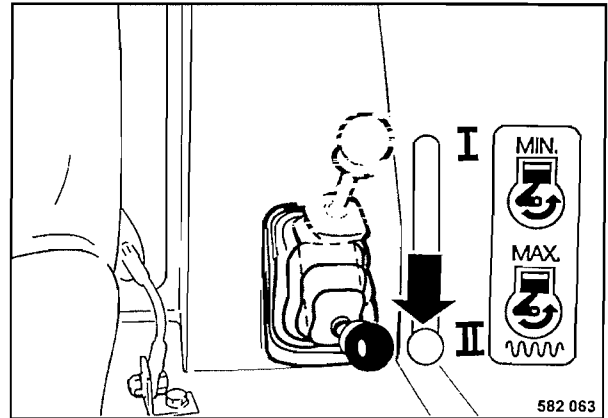

Fig. 36
- Colocar la palanca reguladora de revoluciones en posición "II" (Fig. 36) de plena carga y encajarla.